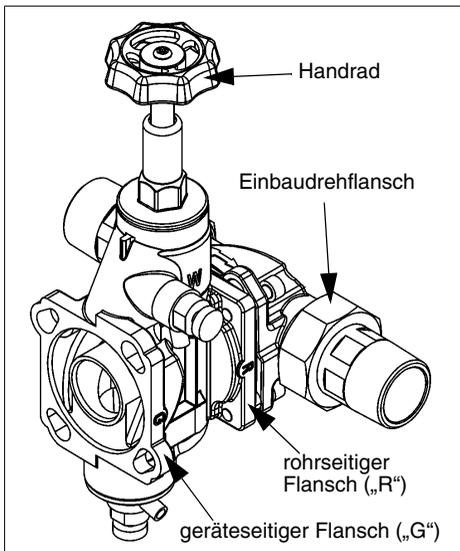

Abb. 7: Umgehungsventil JQX
- Das Umgehungsventil auf der mit dem eingegossenen Buchstaben „R“ (Rohr) gekennzeichneten Flanschseite mit dem Einbaudrehflansch durch Einrasten des Bajonnetts verbinden (siehe Abb. 7).